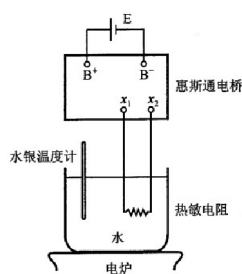

图 3.5.2-3 测量装置原理图
- 1、按图 3.5.2-3 接线，先将调压器输出调为零，测室温下的热敏电阻阻值，注意选择惠斯通电桥合适的量程。先调电桥至平衡得 R_0 ，改变 R_0 为 $R_0 + R_0$ ，使检流计偏转一格，求出电桥灵敏度；再将 R_0 改变为 $R_0 - R_0$ ，使检流计反方向偏转一格，求电桥灵敏度。求两次的平均值